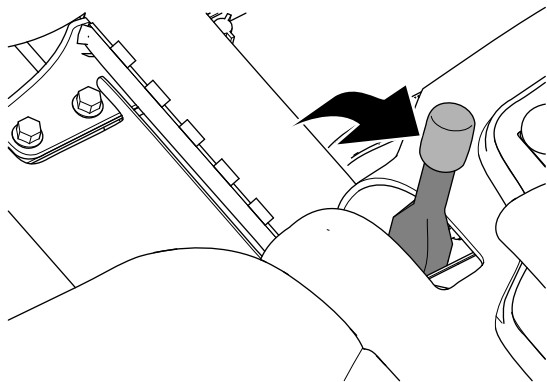

Figure 31
2. Serrez le frein de stationnement (Figure 31).